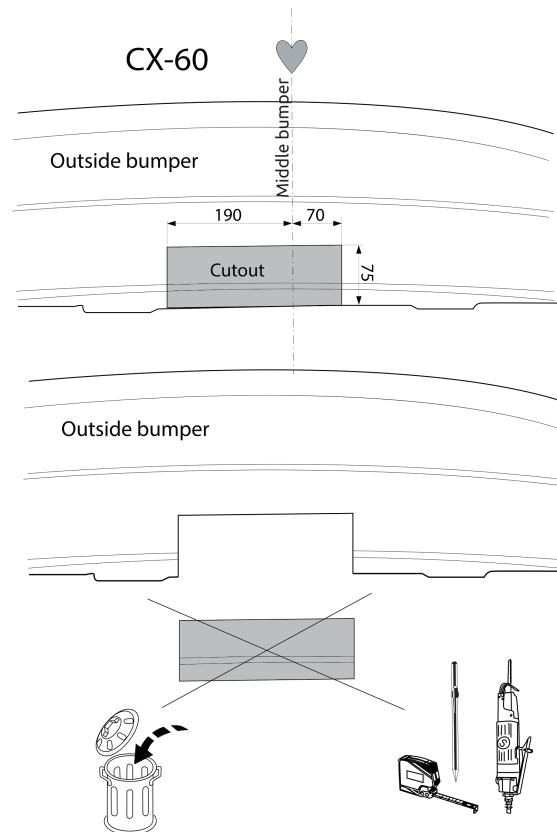

Fig. 2
7. Gemäß Abb. 2, 3 & 4 die angegebene Teil abschneiden.